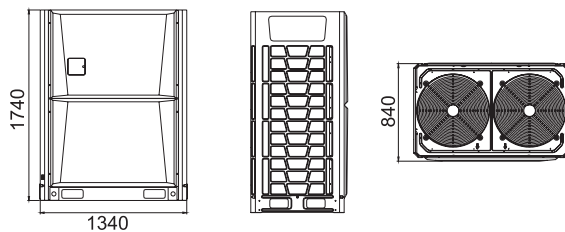

Рис. 3.3
- Основной блок должен быть установлен на прочной цементной подложке или бетонном основании. Бетонное основание должно сооружаться согласно рис. 3.3 или на основе измерений, выполненных на месте.